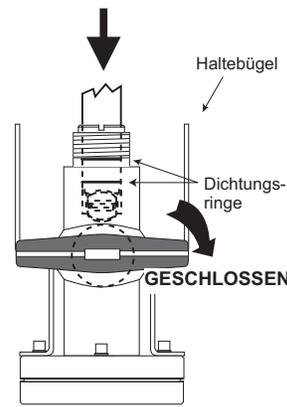

Abbildung 1
2. Den Sensor vorsichtig in die 3519 Ventileinheit einsetzen, bis die ersten beiden Dichtungsringe ordnungsgemäß in der Bohrung positioniert sind. (Abbildung 1)
3. Das Kugelventil schließen. (Abbildung 1)